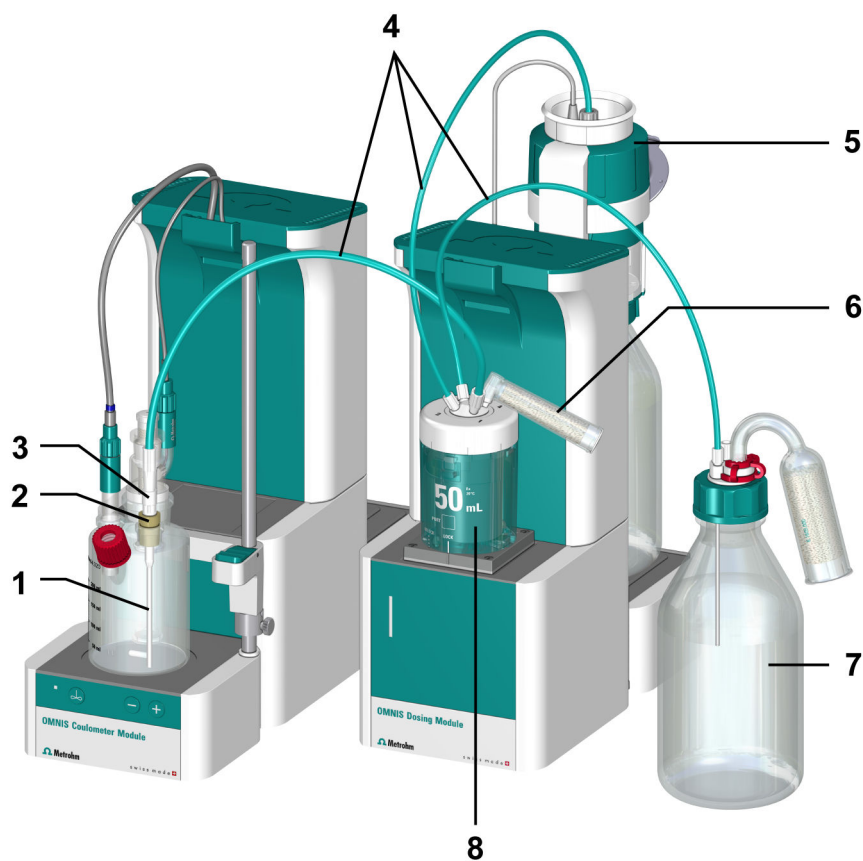

Abbildung 8 Reagenzwechsel mit OMNIS Dosing Module – Beispiel
- (siehe Abbildung 8, Seite 40)